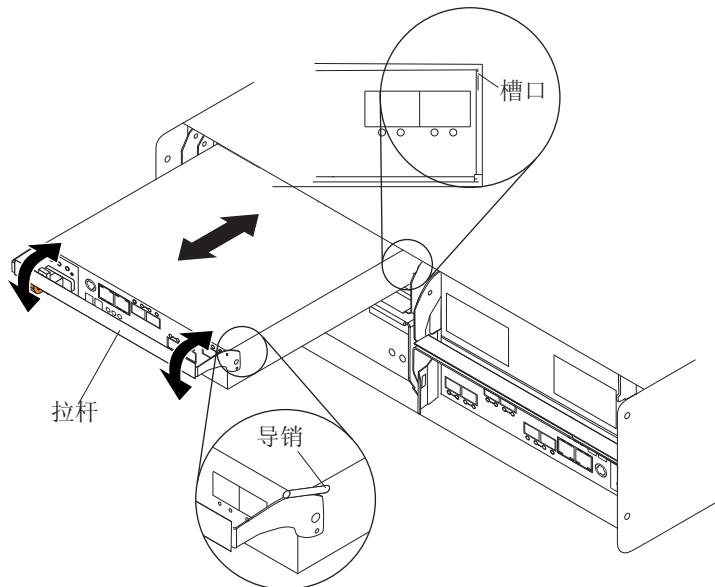

图 21. 卸下并重新安装控制器
1. 将一个控制器滑入存储子系统的空插槽中。请确保滑入控制器时拉杆是笔直拉出的，如第 40 页的图 21 中所示。